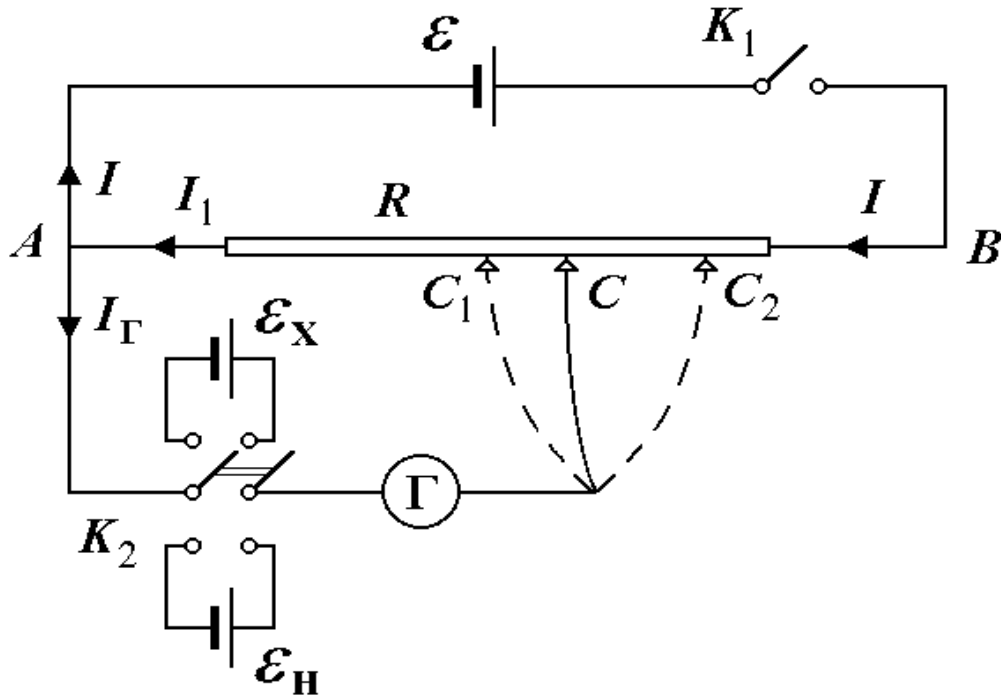

Рис. 2.
Из (5) имеем, что при $I = 0$, $\varphi_2 - \varphi_1 = \mathcal{E}$. Поэтому отсутствие тока в цепи гальванометра (рис. 2) свидетельствует о том, что ЭДС исследуемого элемента компенсирована разностью потенциалов (падением напряжения) $\Delta\varphi = \varphi_A - \varphi_C$
Рассмотрим электрическую цепь, состоящую из трех участков (рис. 2), один из которых содержит источник тока с измеряемой ЭДС \mathcal{E}_X или эталонной ЭДС \mathcal{E}_H , гальванометр и подвижный контакт C . Второй участок AB представляет собой реохорд – струну (стальная проволока) с полным сопротивлением R . Третий содержит вспомогательный источник тока с ЭДС \mathcal{E} .
1. Собрать электрическую цепь согласно рис. 2. Включить ключ K_1 .